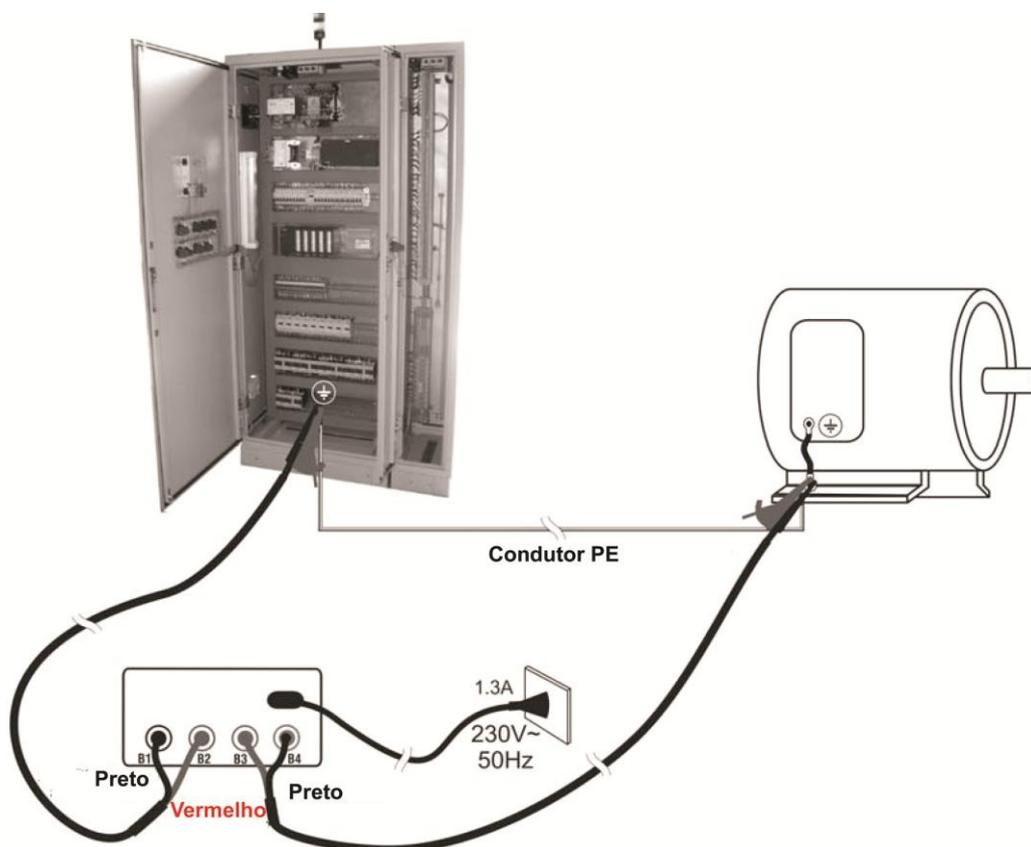

Fig. 6: Ligação do instrumento no teste LOW $\Omega$ 10AE204
4. Ligar os conectores do cabo de medida C7000 fornecido aos terminais de entrada do instrumento **B1** (Preto), **B2** (Vermelho), **B3** (Vermelho), **B4** (Preto) e os terminais com crocodilo ao objeto em teste conforme o indicado na Fig. 6.